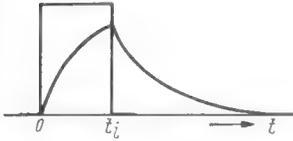

Bild 11. Impulsform für die Berechnung nach 6.1
$t = 0$ und $t = t_i$ liegt, also $0 < t < t_i$ (Bild 11)
6.1.2. wenn $t > t_i$ ist (Bild 11).
Als obere Integrationsgrenze wird t_i und nicht t eingesetzt, denn es ist nämlich nach der Ausgangsgleichung über die Impulslänge zu integrieren ($\int u_e(\tau) d\tau$), diese endet aber nach Bild 11 bei t_i .